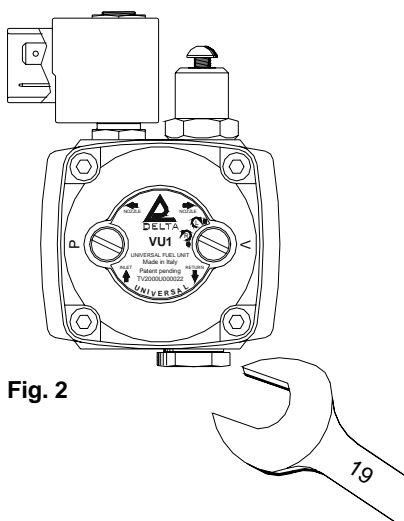

Fig. 2
- Avvitare un tappo da 1/4" nel foro di ritorno (Fig.2).